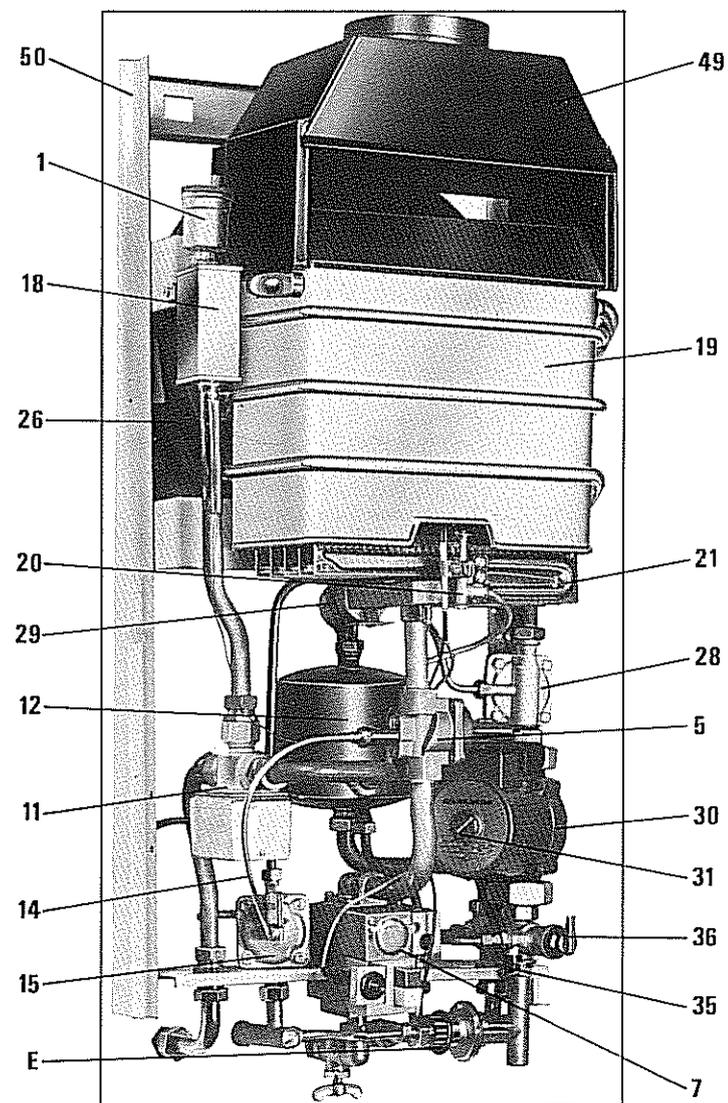

FIG. 7 — PARTICOLARI DELLA CALDAIA
Tolte le viti di fissaggio poste nella parte inferiore si sfilano il mantello verso l'alto. Si allentano i cappucci delle valvole di sfogo aria (vedi fig. 7) una delle quali (1) automatica è
OPERAZIONI PERIODICHE E LAVORI DI MANUTENZIONE (vedi particolari Fig. 7)
N.B. - Se è stata montata la valvola d'alimentazione automatica, si raccomanda di non usarla per il primo riempimento, in quanto il filtro interno della valvola a causa delle scorie contenute nei tubi non ancora lavati dal passaggio dell'acqua, potrebbe otturarsi con conseguenti danni per l'alimentazione futura. Durante questa operazione conviene mettere in funzione la pompa di circolazione (30) ad intervalli, agendo sull'interruttore generale (IG) posto sul quadro comandi (37).
Se la pompa di circolazione non dovesse partire, si sblocchi l'albero motore, dopo aver tolto il tappo di tenuta (31) (vedi fig. 7) facendolo girare con un cacciavite in senso antiorario.